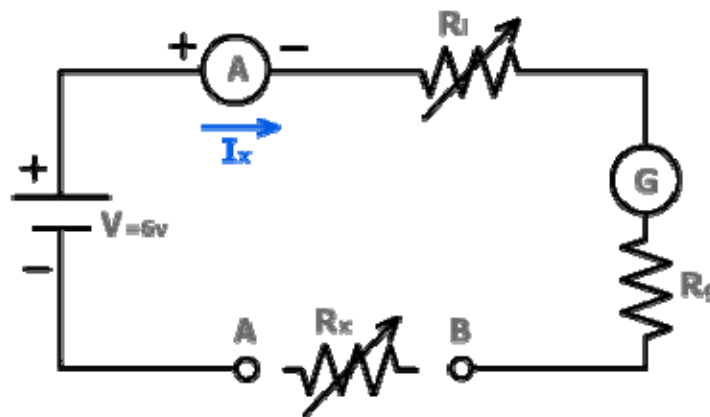

Figura 5.8
- a. Emplee los parámetros del galvanómetro ya encontrado en el numeral 5.5.1.a e instale el circuito de la figura 5.8.